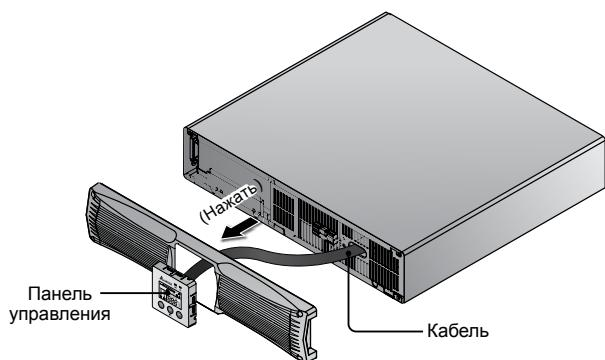

Рис. 3-6. Нажмите сзади на панель управления
- 2 Из-под пластмассовой передней панели осторожно нажимайте на панель управления, пока она не выйдет вперёд. Будьте внимательны, не повредите кабель, соединяющий панель управления с разъёмом внутри ИБП. См. *Рис. 3-6*.